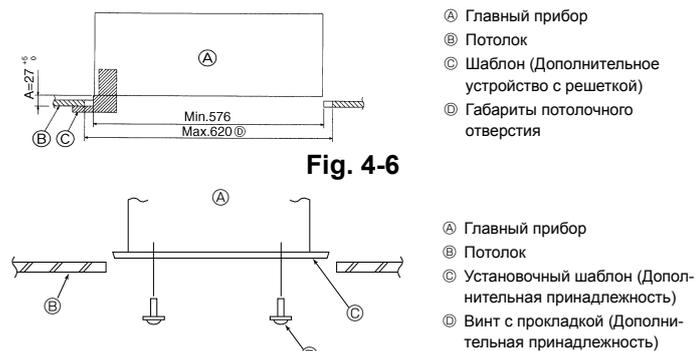

Fig. 4-7
4.6. Проверка расположения главного прибора и затягивание навесных болтов (Fig. 4-7)